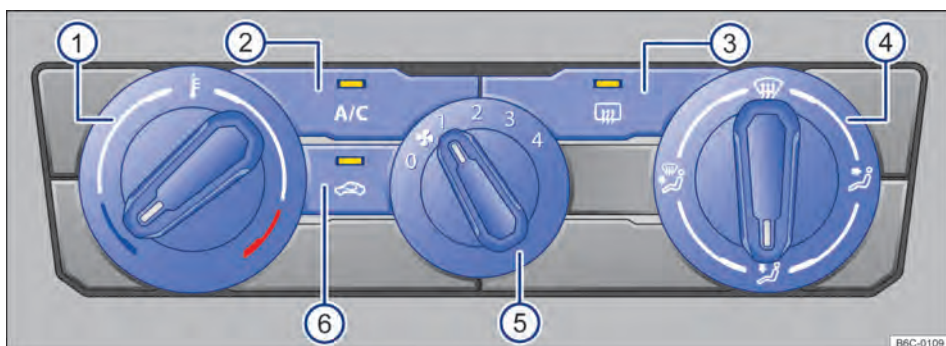

Fig. 80 Comandos do ar-condicionado.
- *Ar-condicionado*: girar o regulador do ventilador para o nível 0 → Fig. 80 (5).
- *Ar-condicionado*: pressionar o botão **A/C** → Fig. 80 (2) para ligar e desligar o funcionamento da refrigeração.
- *Ar-condicionado*: girar o regulador rotativo esquerdo → Fig. 80 (1).
- *Ar-condicionado*: girar o regulador do ventilador → Fig. 80 (5).
- *Ar-condicionado*: pressionar o botão → Fig. 80 (6).
- *Ar-condicionado*: girar o regulador da direita → Fig. 80 (4) para posição desejada.
- *Ar-condicionado*: girar o regulador direito para a posição  → Fig. 80 (4).
- *Ar-condicionado*: pressionar o botão  → Fig. 80 (3).